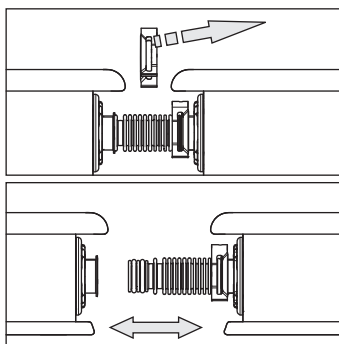
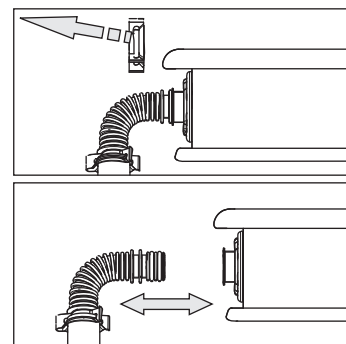

Bild 3-49 Arbeitsschritt 1
Bild 3-50 Arbeitsschritt 2
1. Halteklammern aus Rastposition drücken und abziehen (Bild 3-49 und Bild 3-50).
2. Anschlussbögen abziehen (Bild 3-50).